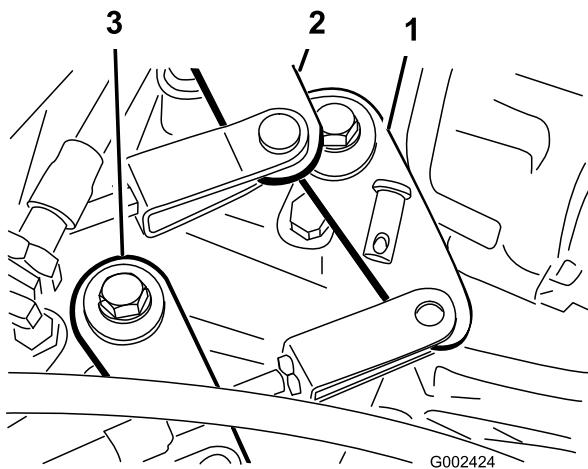

Figure 50
2. Enlevez les axes de chape qui fixent les câbles aux bras de sélection de la boîte-pont (Figure 50).